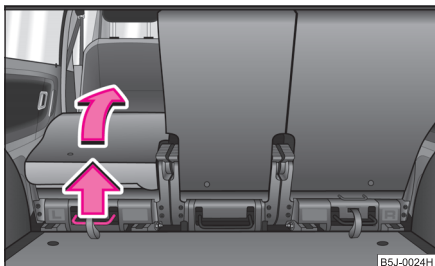

Fig. 52 Rabatarea completă a scaunului
- Trageți maneta ⇒ pagina 58, fig. 52 în sus și rabatați scaunul complet în față.